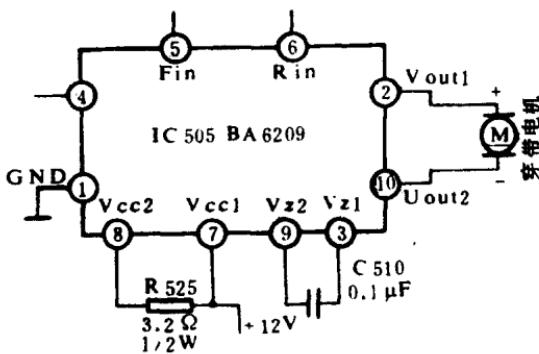

图2-1 穿带电机驱动电路
上找到CN-H插座。在重放状态下测①脚、②脚无电压，拔下插头，测穿带电机正常，初步确定穿带电机驱动电路故障。驱动电路如图2-1所示。